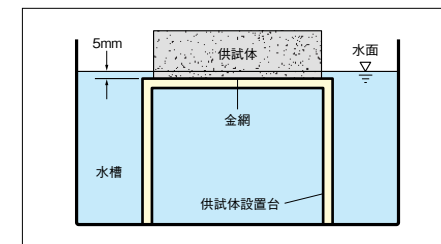

図10.12 吸上げ試験装置の概略図
- ①1g単位以上の精度で測定できるばかり
- ②湿度105±5°Cに保持できる乾燥機
- ③吸上げ試験装置 (図10.12)
吸上げ試験に用いる供試体はブロック有姿とし、製品を温度105±5°Cの乾燥機で一定量になるまで乾燥した後、常温まで冷却したものとする。このときの供試体の質量を量り、これを絶乾質量 ( $m_d$ ) とする。乾燥状態の供試体を、図10.12に示す吸上げ試験装置に設置し、供試体の底面から5mmの高さまで水に浸るようにして30分間吸水させる。供試体を載せる台は金網などとし、水が滴り落ちない程度まで水を切り、湿った布で水膜を拭き取って質量を量り、30分後の吸上げ質量 ( $m_a$ ) とする。